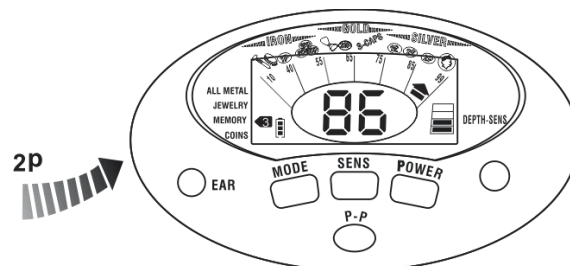

Fig.14
- e) Le détecteur ne répond pas si vous balayez les trois autres types d'échantillons (voir Fig.14, il faut 2P par exemple)